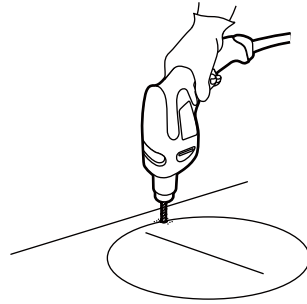

Fig. 17
- > Utilize um berbequim adequado para perfurar um orifício de início de 12 mm ou mais na linha de corte (Fig. 17).